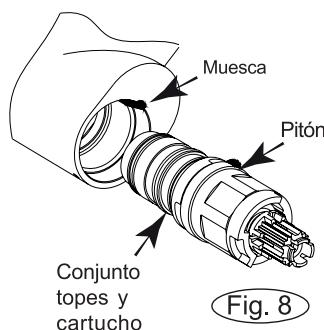

Fig. 8
- Install the assembly cartridge + stop in the body, adjusting the stop pin in the notch (fig. 8).
- Ajustar el cartucho y los topes en el cuerpo, ajustando el pitón en la muesca (fig. 8).
- Empenhar o conjunto cartucho e limitadores no corpo, orientado o esporão com o entalho (fig. 8).